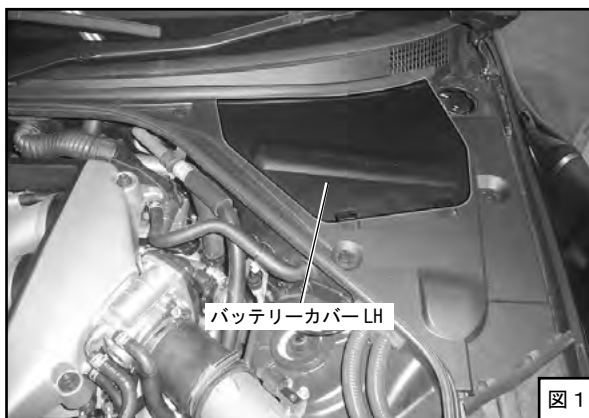

図 1
- (1) バッテリーカバー LH を外してください。(図 1)
- (2) バッテリーのマイナス端子 (-) からケーブルターミナルを取外してください。